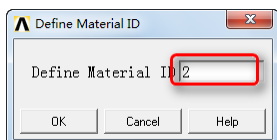

图 11-21 “Define Material ID”对话框
⑤单击“Define Material Model Behavior”对话框菜单栏中 Material→New Model，会弹出“Define Material ID”对话框，如图 11-21 所示，在“Define Material ID”输入框输入 2，单击“OK”按钮关闭该对话框。